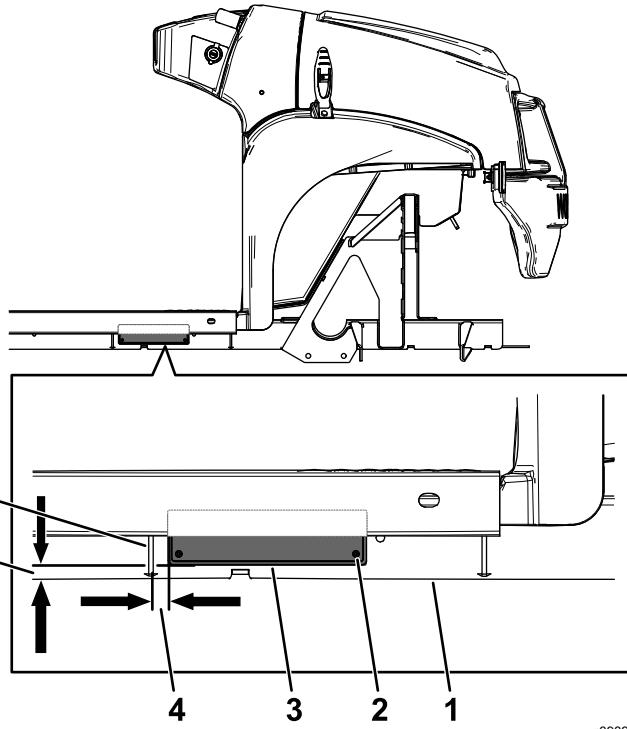

**Figura 5**
- Estampar el número de serie de la máquina en la posición indicada en Figura 5.